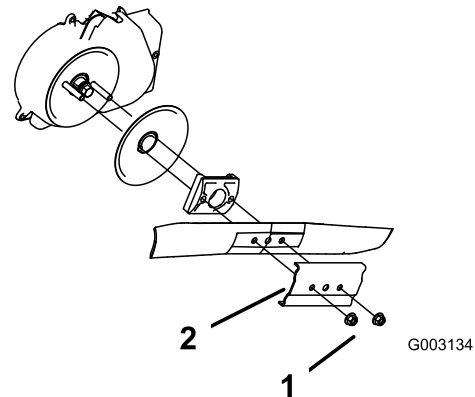

Figure 36
3. Retirez les 2 écrous de la lame et le renfort (Figure 36).
1. Écrous de lame (2)
4. Déposez la lame (Figure 36).
5. Posez la nouvelle lame (Figure 36).